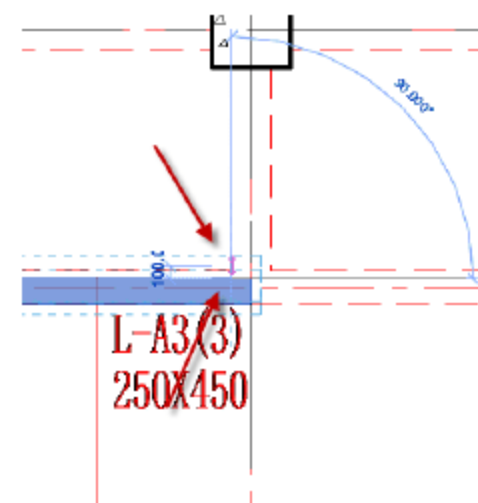

图 4.2.75 调整矩形梁的位置
(25) 调整矩形梁 L-A3 的位置, 选中矩形梁 L-A3, 按快捷键 M+V, 移动矩形梁的位置, 使其与梁线对齐, 如图 4.2.75 所示。